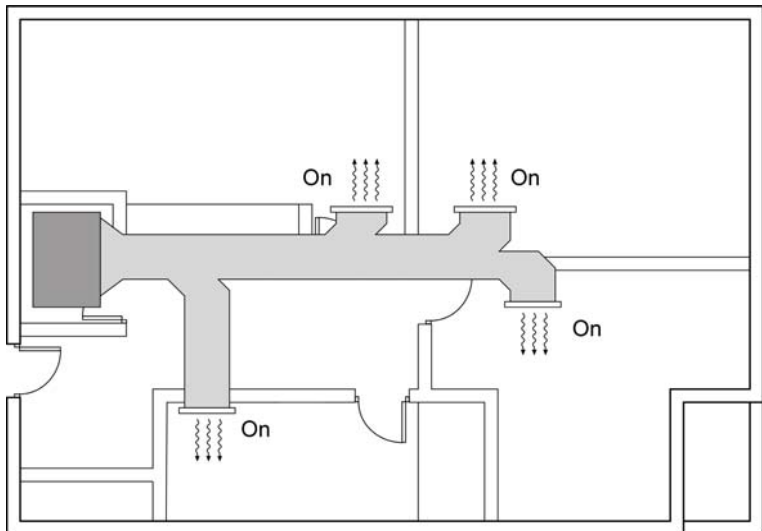

Fig. 5
- 2) Con todas las Zonas en Demanda (abiertas), mida la velocidad de impulsión del aire en todas las salidas y compruebe que está entre 2'0 m/s y 4'2 m/s (Ver Fig. 5). En caso de no cumplir por estar alguna salida por debajo de estos márgenes, aumente la presión disponible de la máquina a la siguiente disponible y vuelva a realizar las comprobaciones.
- 2) With every zone under demand (open), measure the outlet air speed checking that is within range from 2'0 m/s and 4'2 m/s (See Fig. 5). In case of not having this air flows in a zone, configure a higher external static pressure in the AC Unit and check outlets air speed again.
- 2) Mettre toutes les zones en demande (ouvertes), mesurer la vitesse de soufflage de l'air au niveau de toutes les bouches et vérifier qu'elle soit comprise entre 2,0 et 4,2 m/s (Voir Fig. 5).
- 2) Con tutte le zone in regime di domanda (aperte), misurare la velocità dell'aria in uscita da tutti i terminali e verificare che sia compresa o il più vicino possibile compresa tra i 2,0 e i 4,2 m/s (Vedere Fig. 5).